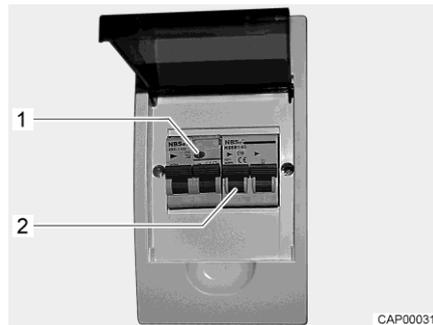

Bild 74 230-V-Sicherungskasten mit Leitungsschutzschalter und FI-Schalter
Ein Fehlerstrom-Schutzschalter (FI-Schalter) im Sicherungskasten sichert das gesamte Fahrzeug gegen Fehlerstrom (0,03 A) ab. Der nachgeschaltete Leitungsschutzschalter (10 A) (Bild 74,2) sichert das 230-V-Bordnetz ab.
- Wenn das Fahrzeug an die 230-V-Versorgung angeschlossen ist, die Prüftaste (Bild 74,1) drücken. Der Fehlerstrom-Schutzschalter muss auslösen.